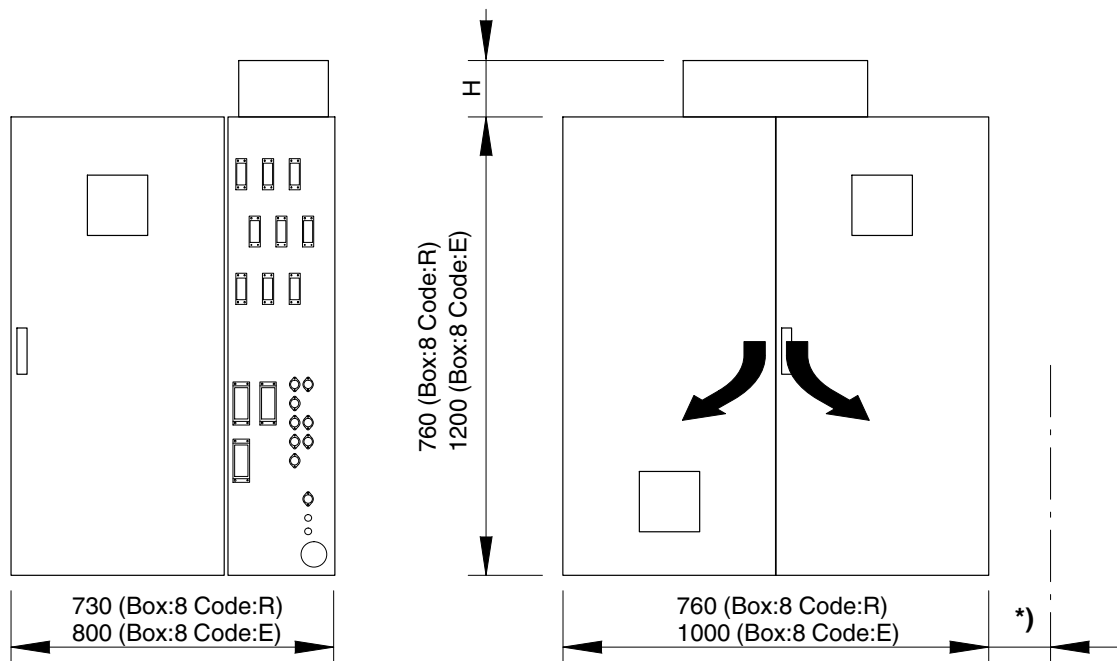

Fig. 5
Se o ACM estiver equipado com um arrefecedor / permutador de calor, a altura (H) deste tem de ser tomada em consideração (consulte a fig. 5).